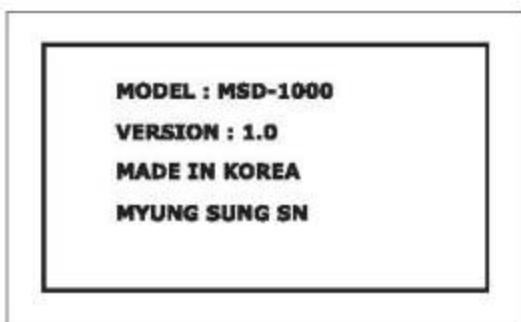

Рис.1
- Присоедините шнур питания к разъему питания. При включении аппарата на дисплее отобразится информационное сообщение (Рисунок 1).